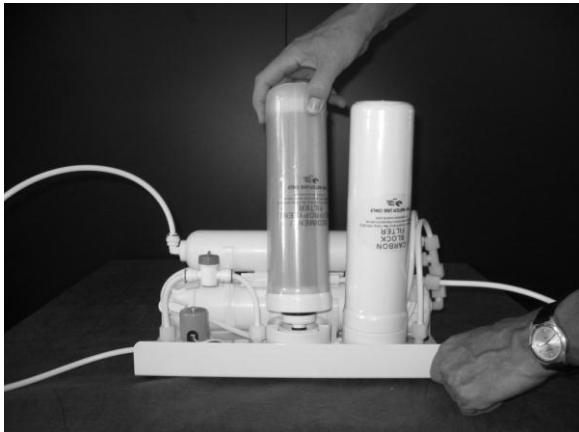

Fig. 1
3. Ubicar **PURA PLUS™** sobre una superficie plana y retirar, desenroscando, el prefiltro de sedimentos y el filtro carbon block (Fig. 1 y 2). Recoger las pérdidas leves de agua con papel o paños.